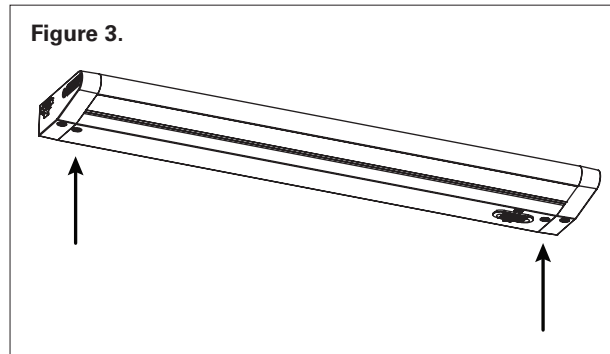

Figure 3.
4. If an alternate input location is needed, use knockouts in small back covers, open bottom cover by removing two screws (Figure 3).
4. Si une entrée alternative est nécessaire, utilisez les entrées défonçables des petits couvercles noirs, ouvrez le couvercle inférieur en retirant les deux (2) vis (Figure 3).